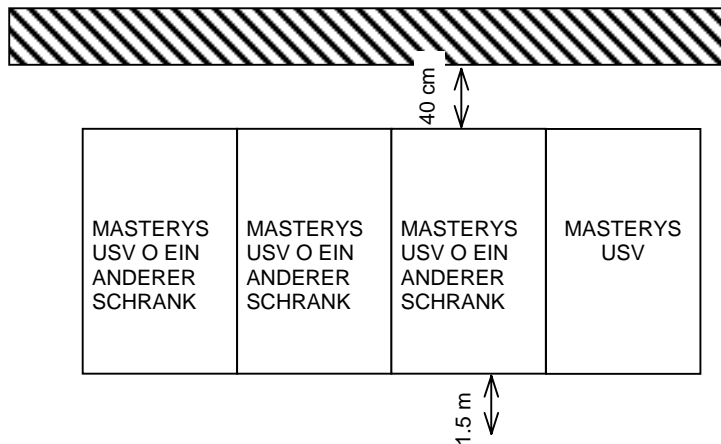

Abb. 3.3-1
- Die USV muss auf der Rückseite mindestens 40 cm von allen Hindernissen entfernt sein, um eine ausreichende Belüftung sicherzustellen (siehe Abb. 3.3-1).